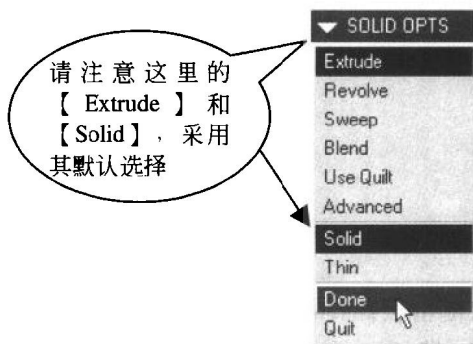

图 1-10 单击【Done】项
8. 接着再单击【SOLID OPTS】菜单中的【Done】项，菜单管理器中的其他两项分别选择【Extrude】和【Solid】，如图 1-10 所示。